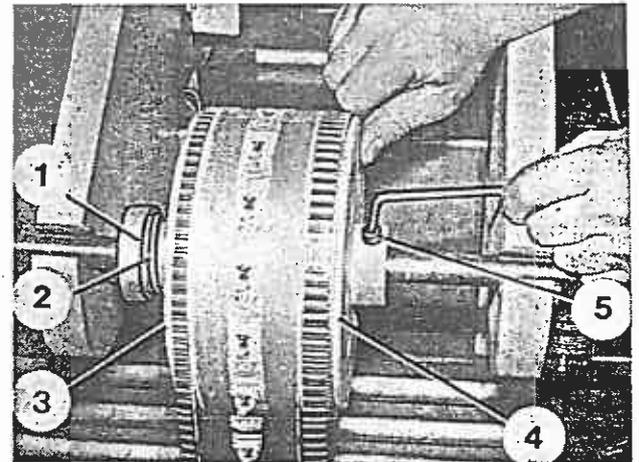

Bild 82
6. Vordere Abrollscheibe (Bild 82/4) mit dem Einwickler so weit gegen die Feder (Bild 82/2) der hinteren Abrollscheibe drücken, bis die hintere Abrollscheibe (Bild 82/3) am Anschlag (Bild 82/1) anliegt, dann Klemmschraube (Bild 82/5) festziehen.